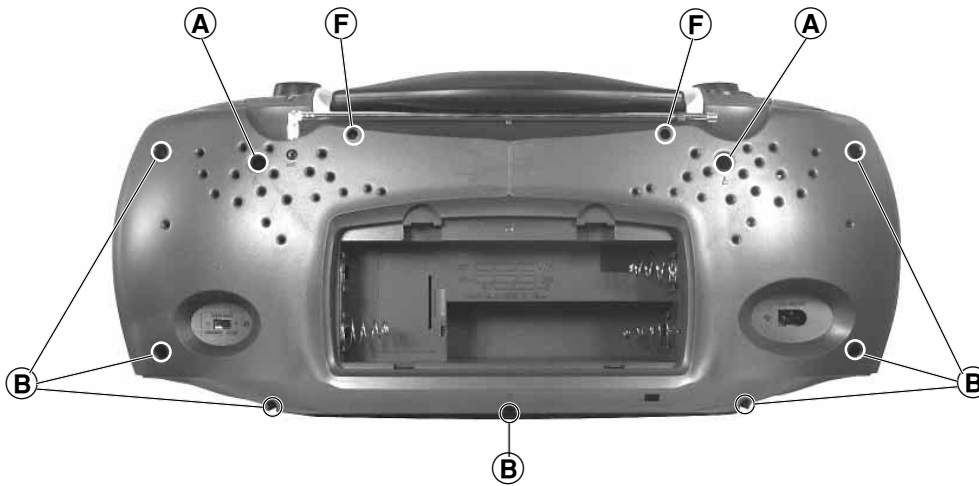
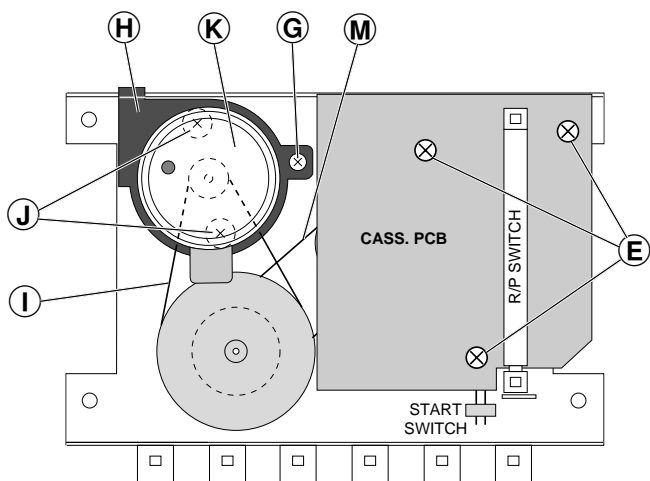
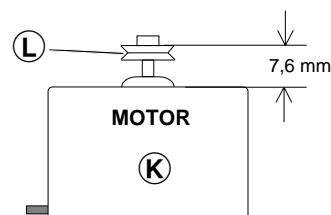
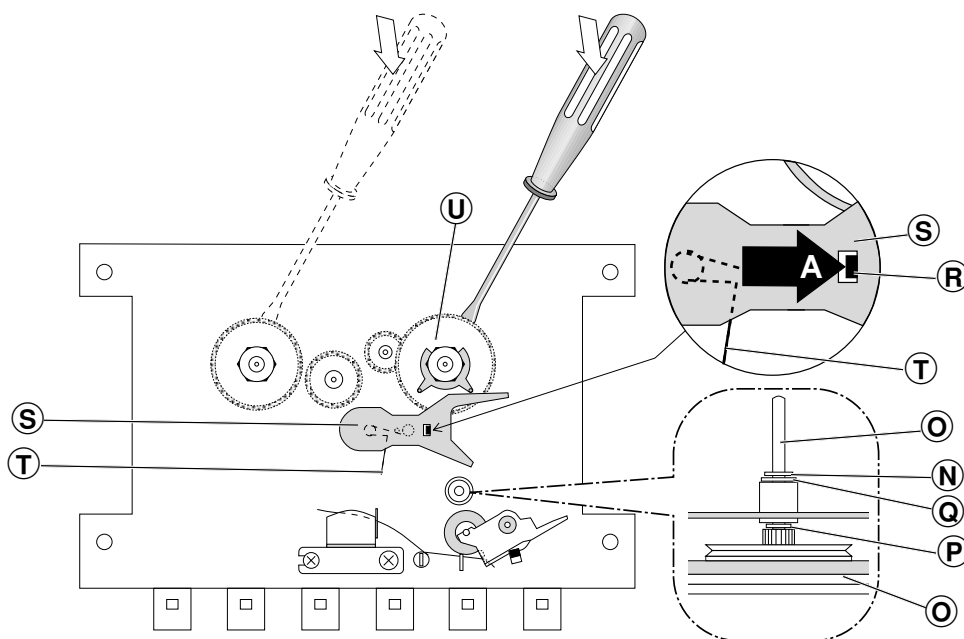

Fig. 1
Fig. 4
Fig. 5
Fig. 6
- 2 Schrauben **A** (lang) und 7 Schrauben **B** (kurz) herausdrehen (Fig. 1).
- Undo 2 screws **A** (long) and 7 screws **B** (short) (Fig. 1).
3. Motor ausbauen, (Fig. 4 und 5)
- Schraube ⑥ herausdrehen.
- Motorhalter ⑧ (mit Motor) und Riemen ① abnehmen.
- Zwei Schrauben ④ herausdrehen, Motor ⑤ (Einbaulage beachten) abnehmen und Motorzuleitungen ablöten (evtl. markieren).
- Vor dem Zusammenbau ist der Abstand zwischen der Oberkante der Riemenscheibe ⑦ und dem Motor ⑤ zu überprüfen (Fig. 5).
3. Removing the Motor, (Figs. 4 and 5)
- Undo the screw ⑥.
- Remove the motor holder ⑧ (with the motor) and the belt ①.
- Undo two screws ④, take out the motor ⑤ (note the motor mounting position) and unsolder the motor connecting leads (mark them, if necessary).
- Before refitting the motor, check the distance between the upper edge of the pulley ⑦ and the motor ⑤ (Fig. 5).
- 3 Schrauben ⑤ (Fig. 4) herausdrehen und CASS. PCB abnehmen.
- Riemen ③ und ① abnehmen (Fig. 4).
- Sperrscheibe ④ (Fig. 6) von der Tonwellenachse abziehen.
- Schwungscheibe ⑤ mit der Tonwelle aus dem Schwungscheibenlager herausnehmen. Achten Sie dabei auf die beiden Scheiben ⑥ und ⑦ (Fig. 6).
5. Vorlauf-Wickelteller ausbauen (Fig. 6)
- Rastnase ⑧ in Pfeilrichtung A drücken und Hebel ⑨ abnehmen, achten Sie dabei auf die Schenkelfeder ⑩.
- Vorlauf-Wickelteller ⑪ mit einem Schraubendreher abhebeln.
- Undo 3 screws ⑤ (Fig. 4) and remove the CASS. PCB.
- Remove the drive belts ③ and ① (Fig. 4).
- Remove the locking disc ④ (Fig. 6) from the capstan.
- Remove flywheel ⑤ complete with capstan from flywheel bearing. Take care of the two washers ⑥ and ⑦ (Fig. 6).
5. Dismantling of Spool Carrier -forward wind- (Fig. 6)
- Push the catch ⑧ in the direction of arrow A and take off lever ⑨, take care of leg spring ⑩.
- Lift off the spool carrier ⑪ (forward wind) by means of a screw driver.
6. Chassis ausbauen, (Fig. 1 und 7)
- 2 Schrauben ⑥ herausdrehen (Fig. 1).
6. Removing the Chassis, (Fig. 1 and 7)
- Undo 2 screws ⑥ (Fig. 1).